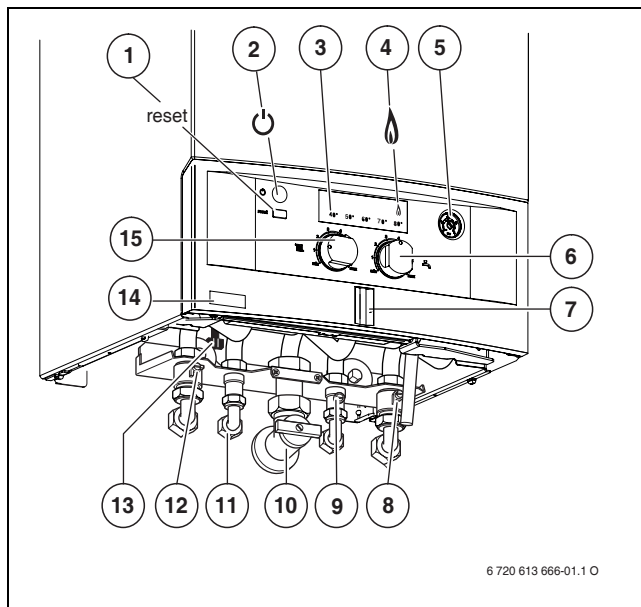

图 1
**对于带有补水阀的系统：**补水阀位于采暖炉下方位于采暖出水和生活热水出水之间的位置（图 1 位置 13）